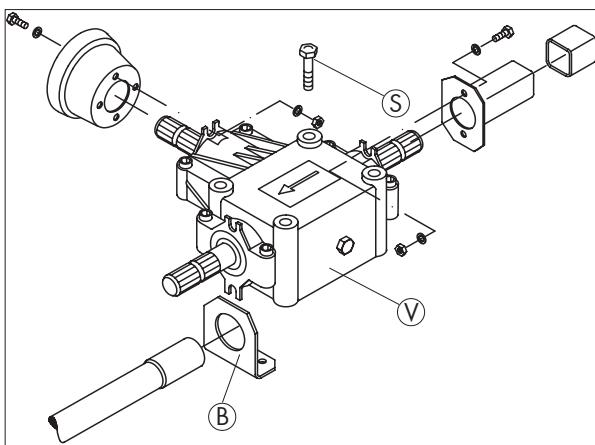

Bild 3-22
Verteilergetriebe (V) mit je vier Schrauben (S) unter dem Längsträger befestigen. Dabei muß der Schutzrohrhalter (B) am vorderen Getriebe mit verschraubt werden (Bild 3-22). Beim hinteren Verteilergetriebe ist das Wellenende abgedeckt. Verwenden Sie hierfür den Inhalt des Beutels S.